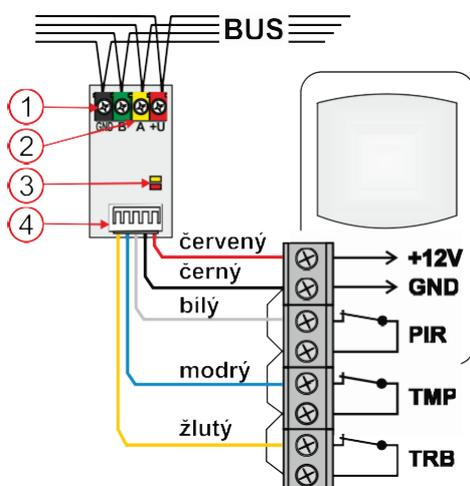

Figure 1 : Description des pièces internes du produit et connexion des fils du module
2. Connectez les fils au détecteur (selon la Fig. 1).